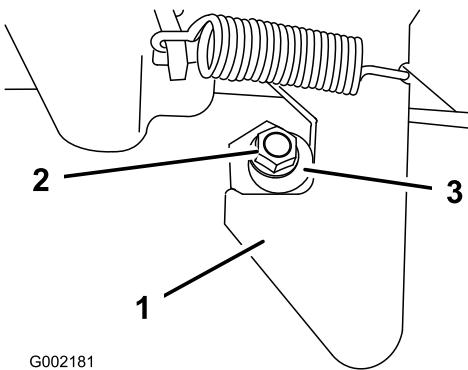

Figura 19
- Allentate il dado sull'estremità della colonnetta di ancoraggio (Figura 19).
- Girate la colonna di ancoraggio in senso orario finché non si trova saldamente contro il dispositivo di chiusura, quindi serrate il dado (Figura 19).